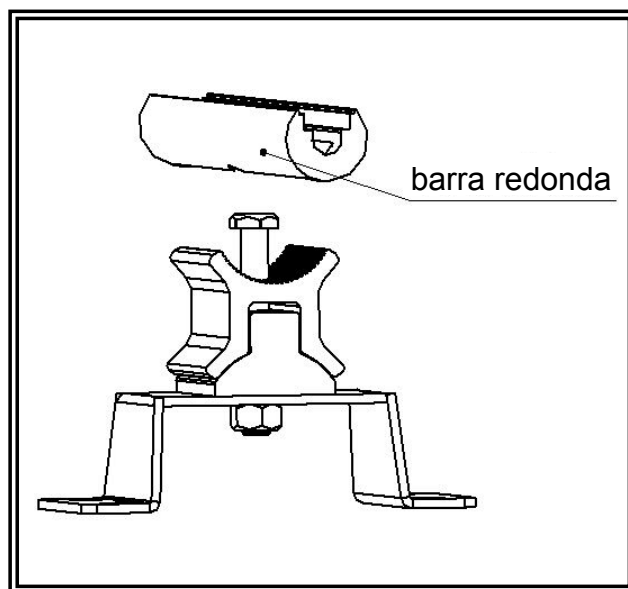

Figura 4
2. Coloque dos soportes acabados en el fondo de la barra circular del soporte, luego coloque estos dos soportes en la posición correcta y ajuste. Vea la figura 4.